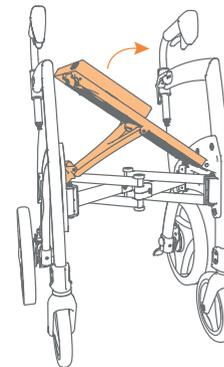

Figura 11B: Sollevare parzialmente il sedile.
- Spingere la maniglia di rilascio rossa sotto il sedile (**Figura 11A**) e sollevare parzialmente il sedile (**Figura 11B**).